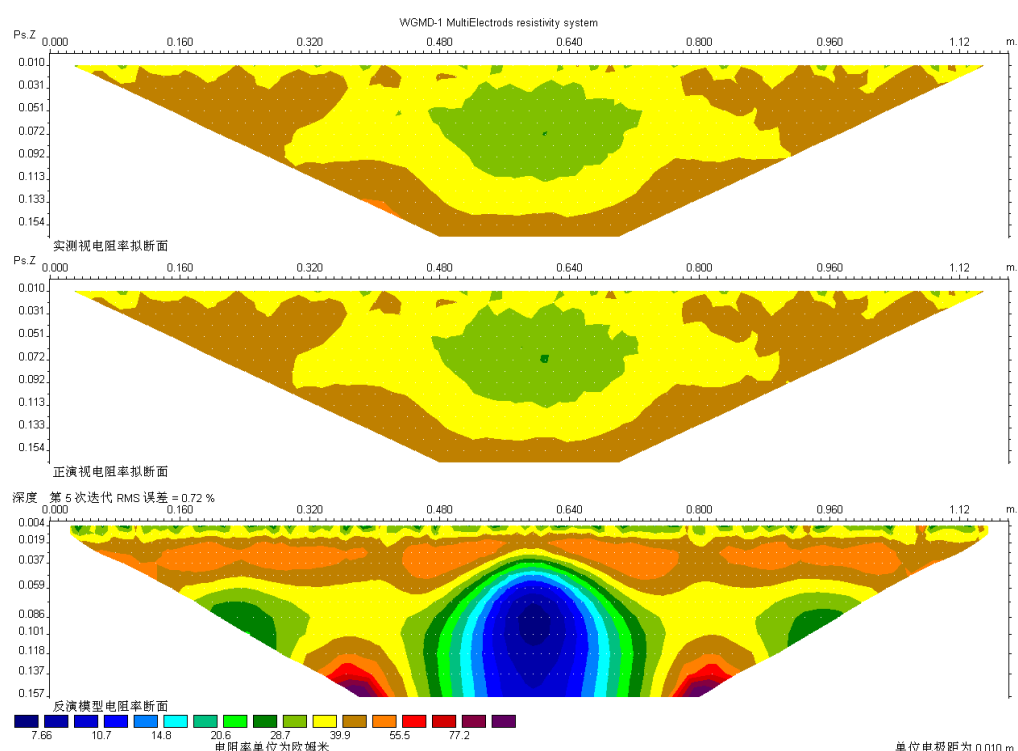

图 14 高密度电法低阻铜球成像图
③在参数设置完成后，点击[反演][最小二乘反演]，提示将反演之后的文件保存为 INV 格式，之后软件自动进行反演。
④反演结束之后点击[输出][保存为 BMP 格式]，再对图形进行解释。图 14 为低阻铜球从反演模型，从图中可以看到明显的低阻圆形。